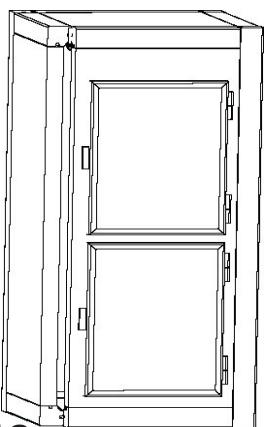

Abb. 10
- Das 800 mm lange Eckprofil oberhalb des Türpaneels einhaken. **Abb. 10**.